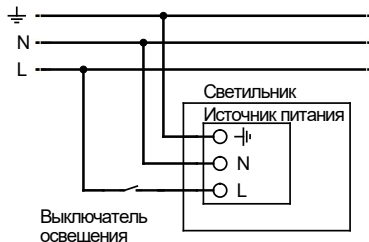

Рис.1. Схема подключения
- Подключить провода сети питания к клеммной колодке в соответствии с маркировкой (см.рис.1);